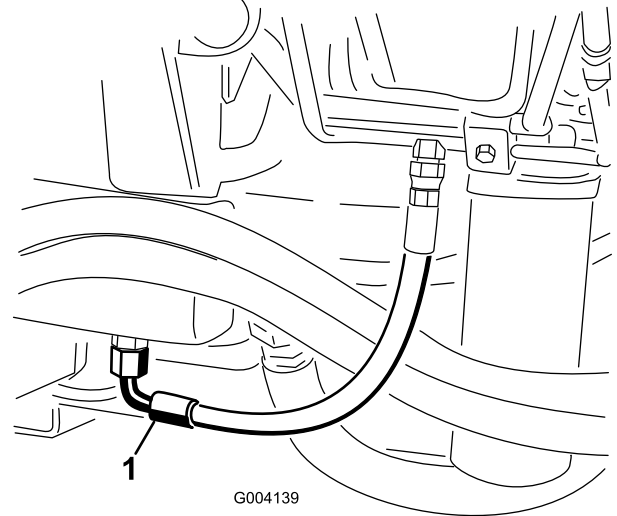

図 77
2. タンク(図 77)の下についているT字形フィッティングの下に、オイルを受ける大型の容器を置く。